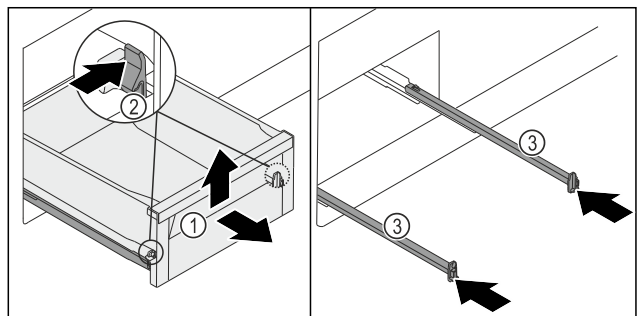

Fig. 126
- Sortir le tiroir Fig. 126 (1) jusqu'en butée.
- Appuyer simultanément sur les languettes Fig. 126 (2) situées à gauche et à droite.
- Le tiroir Fig. 126 (1) se détache des rails.
- Soulever l'avant du tiroir Fig. 126 (1).
- Retirer le tiroir Fig. 126 (1) par l'avant.
- Pousser les rails Fig. 126 (3).